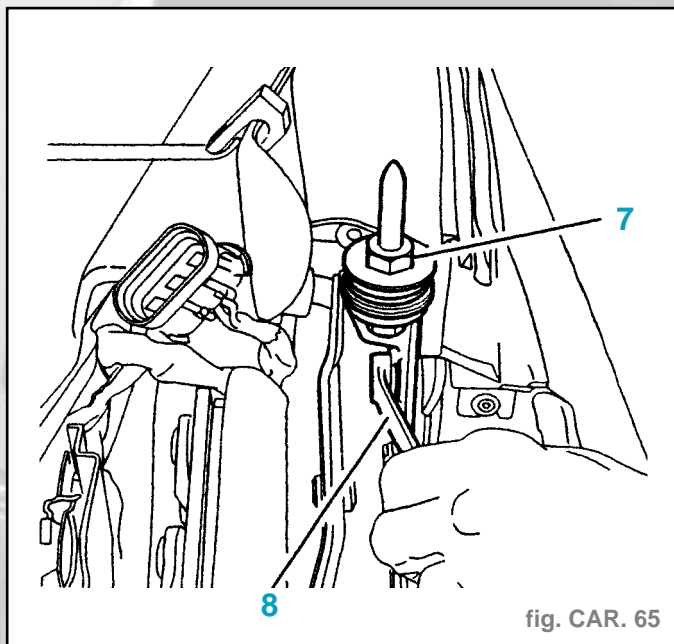

fig. CAR. 65
- Déposer les 2 supports latéraux (7) à l'aide de la clé (8) fournie dans l'outillage de bord (fig. CAR. 65).